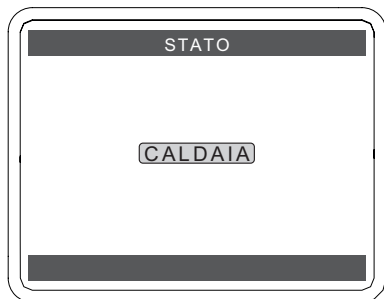

Figura 2.5
- Premere il tasto (✓) per confermare Figura 2.5.